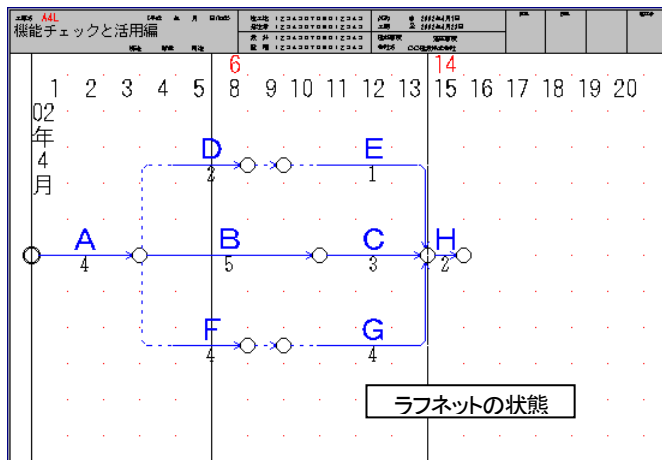
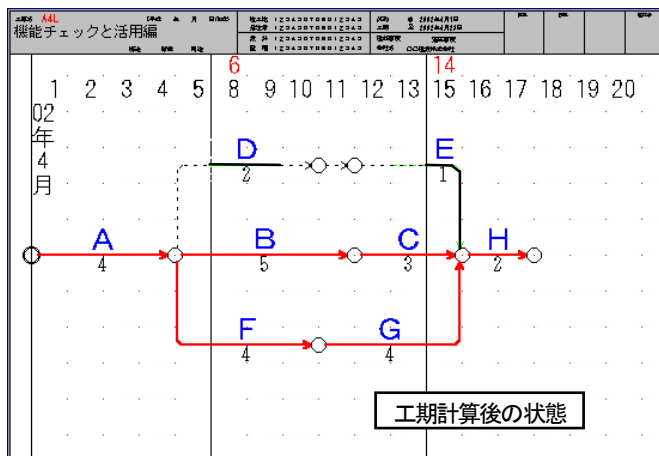

図5-13
図5-14
- ③図5-13のDの先結合点のように、余裕のある経路ではその範囲以内なら工期計算をしても消失しません。
「図5-13」を工期計算したものが「図5-14」です。